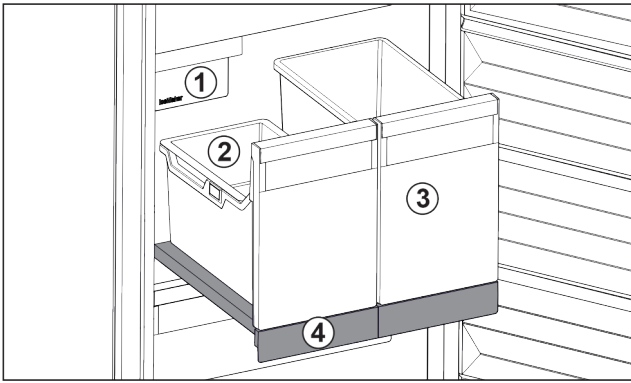

Fig. 103 Витяжна панель IceTower
На витяжній панелі є два високих резервуари (IceTower). В резервуарі Fig. 103 (2) кубики льоду з IceMaker збираються та зберігаються. Резервуар Fig. 103 (3) придатний для зберігання високих харчових продуктів, таких як піца та алкогольні напої.